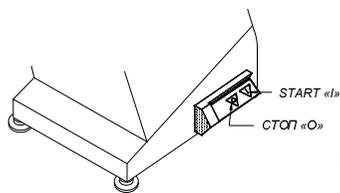

Рис. 22 – Кнопки включения и выключения
- Нажмите кнопку пуска «I» и кнопку остановки «O», проверив включение и выключение соответствующих световых индикаторов (рис. 22).